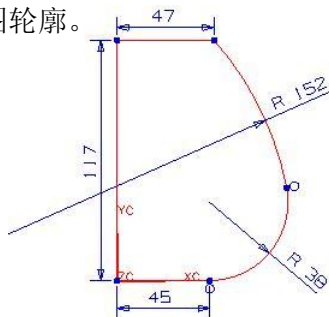

图4-4
2. 在【成形特征】工具条中单击【草图】按钮,弹出【基准平面】悬浮工具条,然后依次单击【ZC-XC】和【确定】按钮进入二维草图界面,绘制图 4-4 所示的草图轮廓。